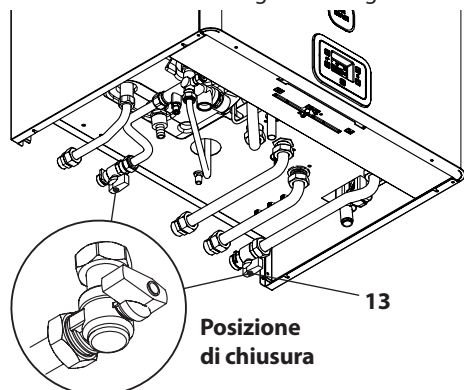

Figura 6.2
- Richiudere il rubinetto gas 13 in Figura 6.2.